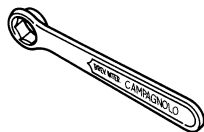

Fig. 2 / Abb. 2 / Afb. 2
- una chiave da 15 mm UT-FC050 per estraattore (Fig. 2)
- 15 mm wrench UT-FC050 for extractor (Fig. 2)
- ein 15 mm Schlüssel UT-FC050 für die Abziehvorrichtung (Abb. 2)
- une clé de 15 mm pour extracteur UT-FC050 (Fig. 2)
- una llave de 15 mm UT-FC050 para extractor (Fig. 2)
- een sleutel van 15 mm UT-FC050 voor trekker (afb. 2)